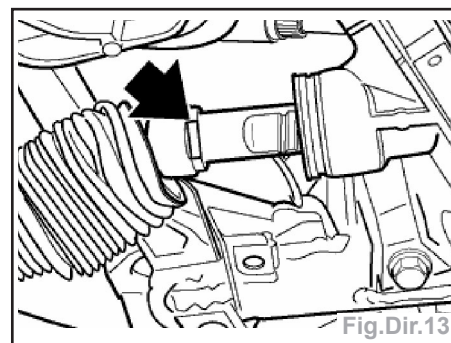

Fig.Dir.13
- Retirer le collier et dégager le soufflet du boîtier de direction. Rentrer le plus possible la crémaillère et désaccoupler l'articulation de la barre d'accouplement (Fig.Dir.13).